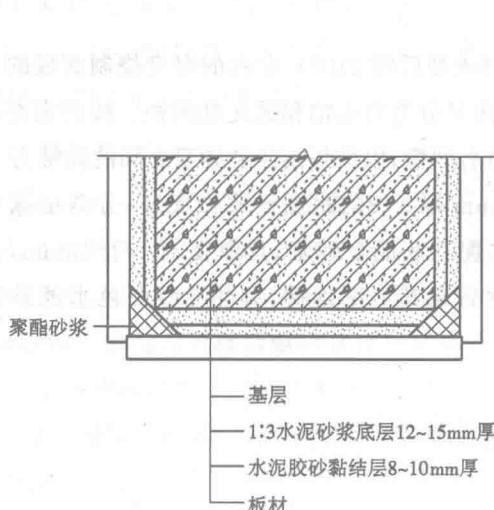
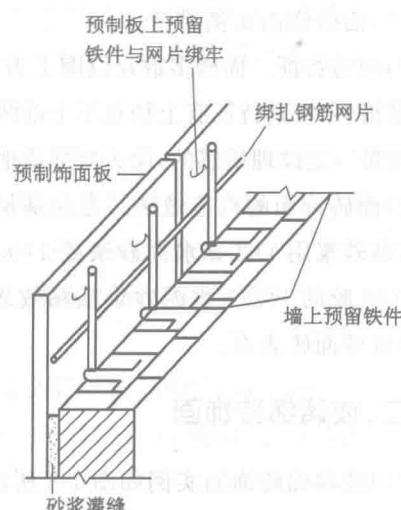

图 1-6 聚酯砂浆粘贴实例
图 1-7 人造石材饰面板安装实例
(1) 人造石材饰面实例,如图 1-6 和图 1-7 所示。
无机胶结型人造大理石饰面和复合型人造大理石饰面的构造,主要应根据其板厚来确定。对于厚板,其铺贴宜采用聚酯砂浆粘贴的方法。聚酯砂浆的胶砂比一般为 1:4.5~1:5.0,固化剂的掺用量视使用要求而定,如图 1-6 所示。对于薄板,其构造方法比较简单,首先用 1:3 水泥砂浆打底,黏结层以 1:0.3:2 的水泥石灰混合砂浆或水泥:108 胶:水 = 10:0.5:2.6 的 108 胶水泥浆,然后镶贴板材。
人造石材饰面安装实例如图 1-7 所示。